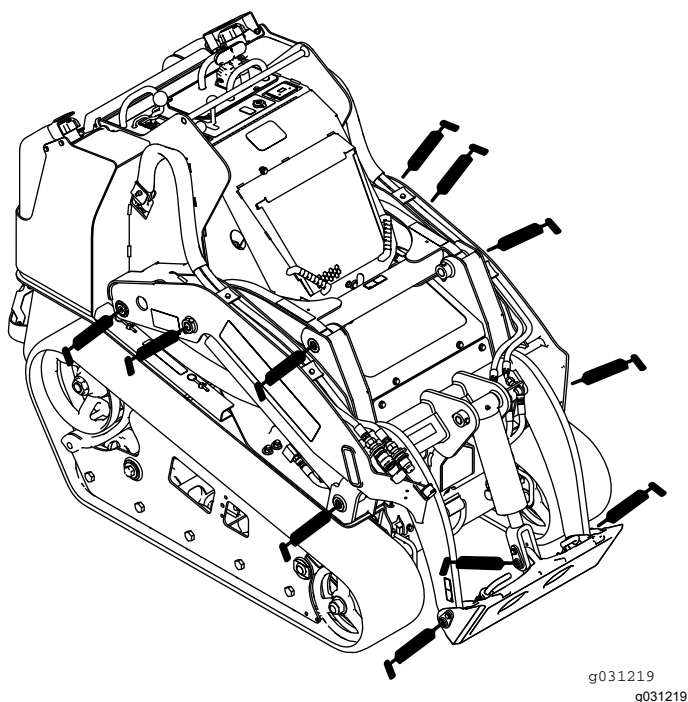
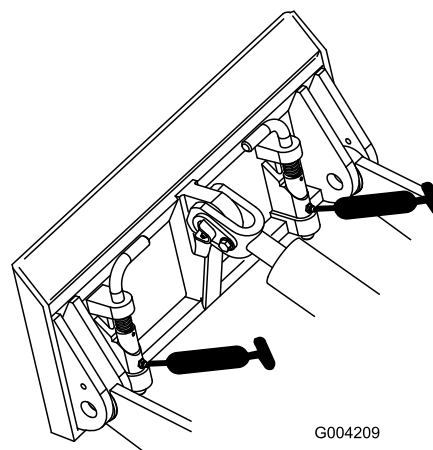
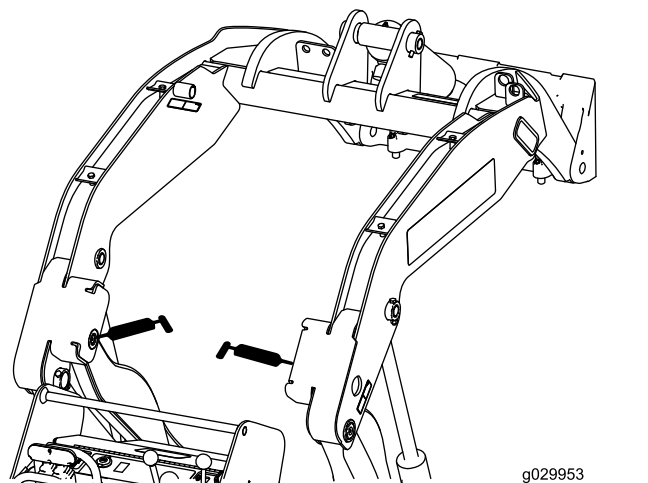

Рисунок 44
Рисунок 45
Рисунок 46
3. Присоедините к каждой масленке шприц для нагнетания консистентной смазки (Рисунок 44, Рисунок 45 и Рисунок 46).
Примечание: Прежде чем смазывать масленки, поднимите стрелы погрузчика, как показано на Рисунок 46.